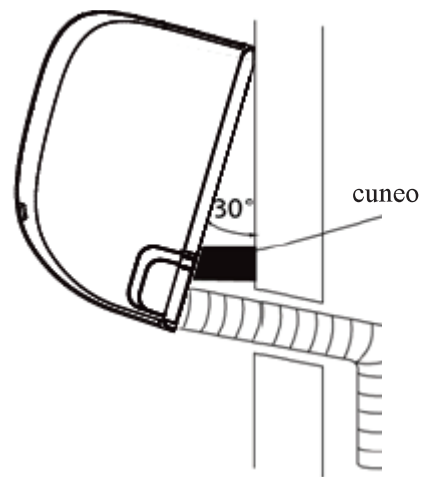

Fig.3.13
2. Usare una staffa o un cuneo per puntellare l'unità, lasciando abbastanza spazio per collegare il tubo refrigerante, il cavo di segnale e il tubo di scarico. Far riferimento alla Fig. 3.13 come esempio.